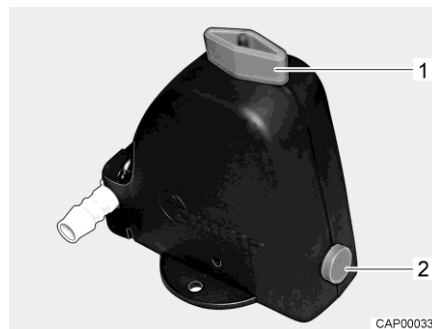
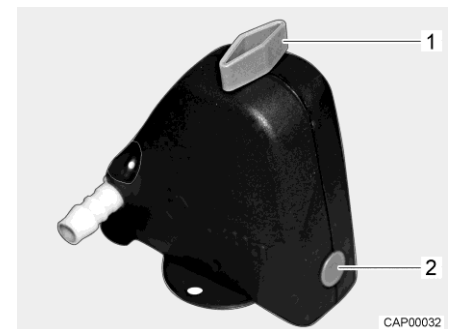

Fig. 59 Valve de sécurité et de vidange ouverte
Fig. 60 Valve de sécurité et de vidange fermée
- Fermer la valve de sécurité et de vidange. Tourner pour cela le bouton rotatif (Fig. 59,1) dans le sens transversal par rapport à la valve de sécurité et de vidange et enfoncer le bouton-poussoir (Fig. 59,2). La valve de sécurité et de vidange fermée est représentée à la Fig. 60. Lorsque la température descend en dessous de 6 °C, la valve de sécurité et de vidange ne peut pas être fermée.